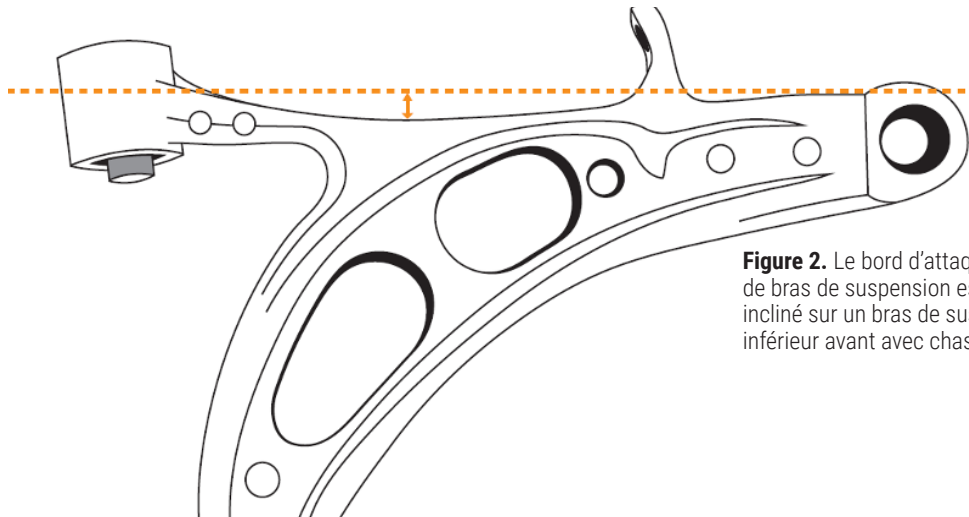

Figure 2. Le bord d'attaque du corps de bras de suspension est légèrement incliné sur un bras de suspension inférieur avant avec chasse
- Un bras de suspension inférieur avant avec ajout de chasse est caractérisé par une légère inclinaison du bord d'attaque du corps du bras de suspension. Cette inclinaison pousse le joint à rotule vers l'avant par rapport au châssis pour offrir un angle de chasse positif supplémentaire. **Reportez-vous à la Figure 2.**